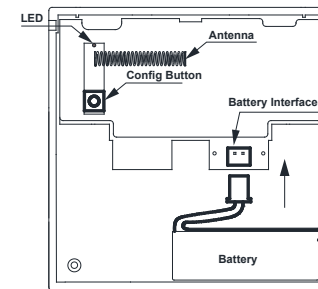

Fig. 2: Grupp konfiguration
OBS: Enheten levereras separerad från bottendelen, redo för installation. Om nödvändigt, separera framsidan från botten genom att sätta i återställningsnyckeln och försiktigt dra bort den nedre delen av framsidan. Om du tar bort manöver-elementet kommer skruvarna som håller fast panelen mot botten att exponeras (se Fig. 2 ~ 4).
5. För att lägga till en manuell larmknapp till gruppen, tryck och släpp "Config"-knappen på baksidan av frontpanelen på den manuella larmknappen två gånger inom 2 sekunder. Den röda lysdioden blinkar en gång för att bekräfta anslutningen till gruppen (se fig. 2).
För att ta bort en manuell larmknapp från gruppen, tryck och släpp "Config Button" 8 gånger inom 5 s. Den röda lysdioden blinkar två gånger för att bekräfta borttagning skett från gruppen. (se fig. 2).